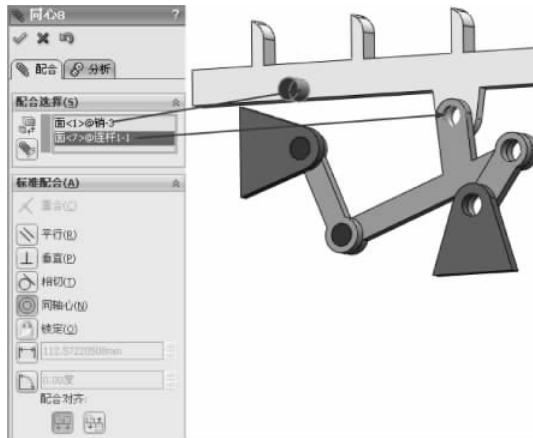

图 3-230 同轴心配合
(19) 选择【标准配合】选项组下的【同轴心】配合类型 ，在【要配合的实体】选择框 中选择如图 3-230 所示的面，其他保持默认，单击【确定】按钮 ，完成同轴心配合。